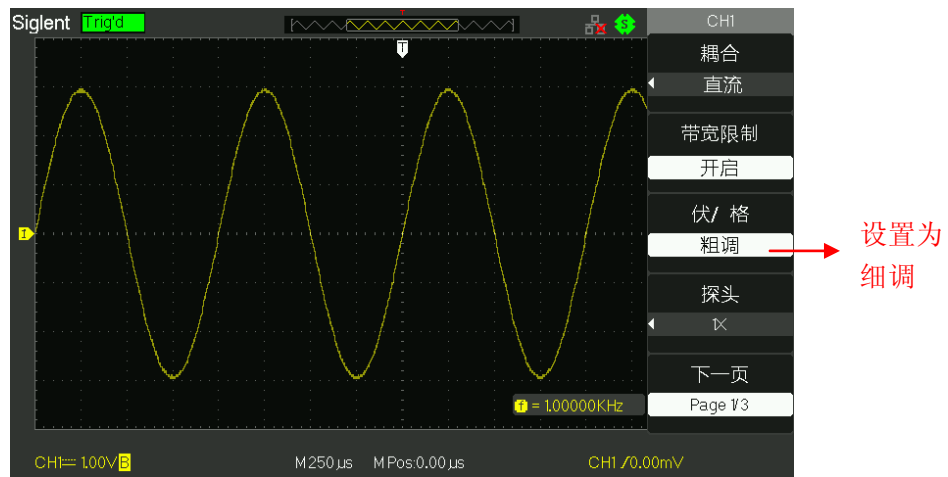

图 2-8 档位调节设置
- 按【1】选择【伏/格】为【细调】，细调在当前垂直档位内进一步调整。如果输入的波形幅度在当前档位略大于满刻度，而应用下一档位波形显示幅度稍低，可以应用细调改善波形显示幅度，以利于观察信号细节。如图 2-8 所示：